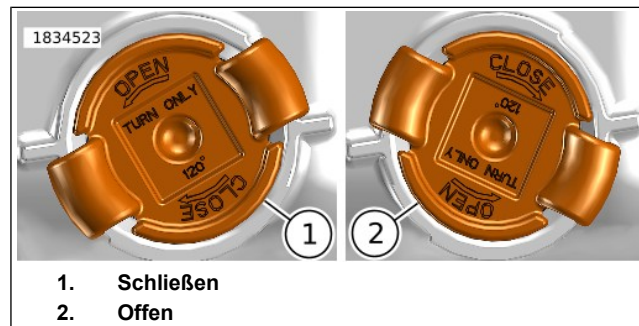

Abbildung 92. Ausrichtung der Ablassschraube
- b. Siehe Abbildung 92. Die Getriebeölablassschraube gegen den Uhrzeigersinn in die geöffnete (2) Position drehen.
- a. Siehe Abbildung 92. Die Getriebeölablassschraube in die geöffnete (2) Position bringen.
- b. Die Getriebeölablassschraube im Uhrzeigersinn drehen, um sie zu schließen (1).